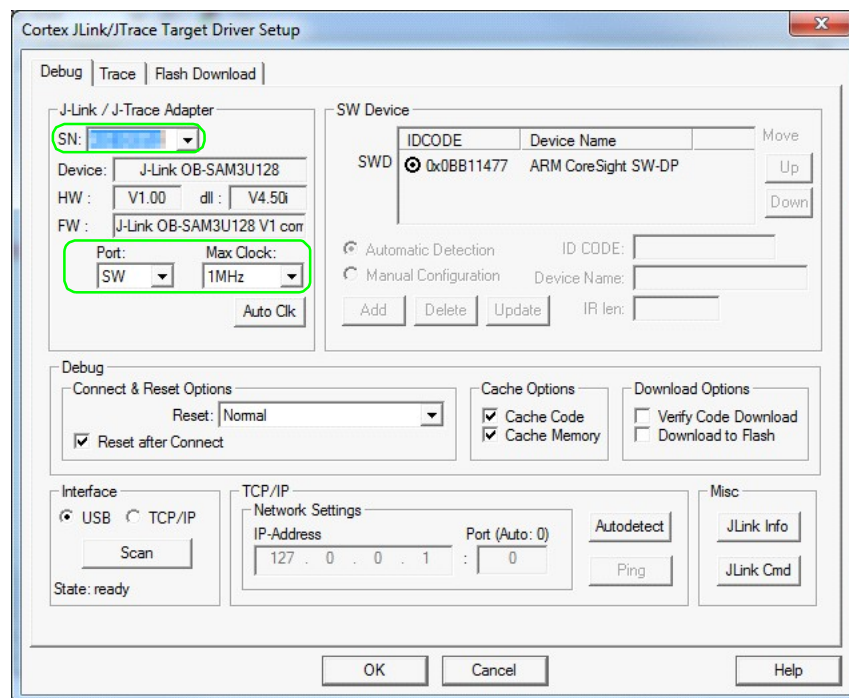

Figure 38 Debug settings
5. 点击 **Debug** 标签. 将 Port 设置为 **SW**, Max Clock 为 **1 MHz**。请看 **Figure 38** 之后点击 **OK**。